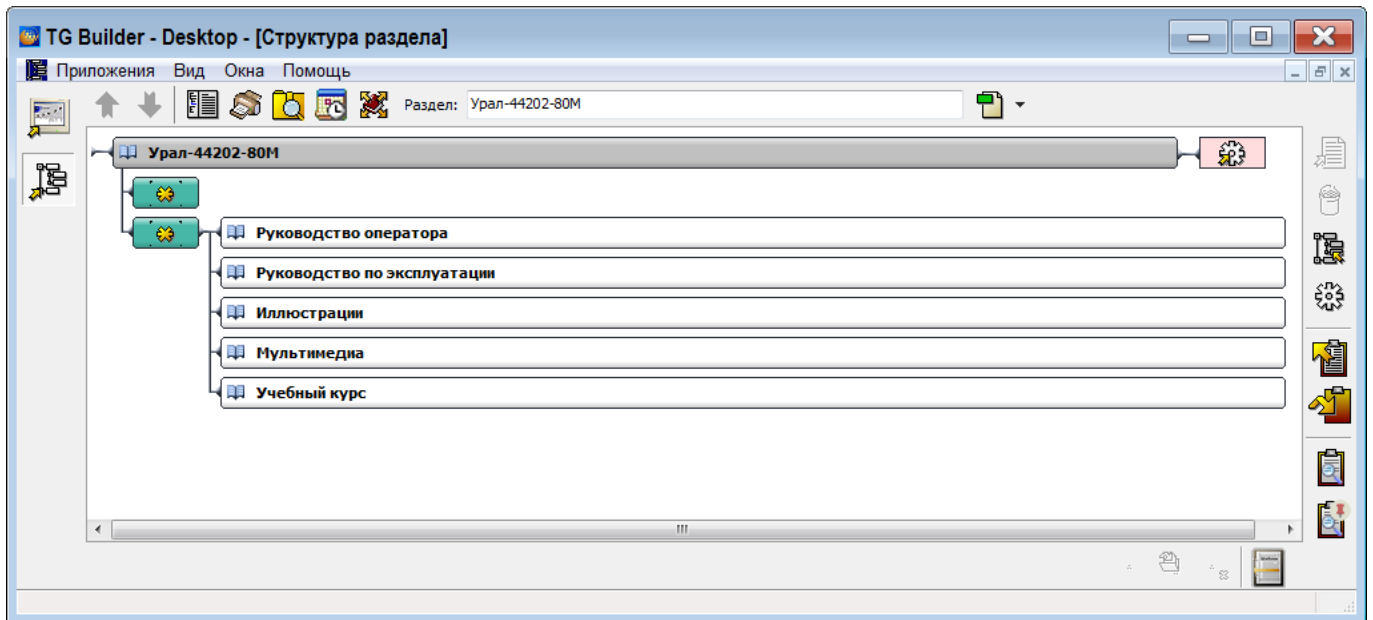

Рисунок 78
2) В окошке раздела **Документы для разработки** щелкните по названию документа два раза левой кнопки мыши. При этом откроется диалоговое окно **Структура раздела**, в котором находится проект (рисунок 78).